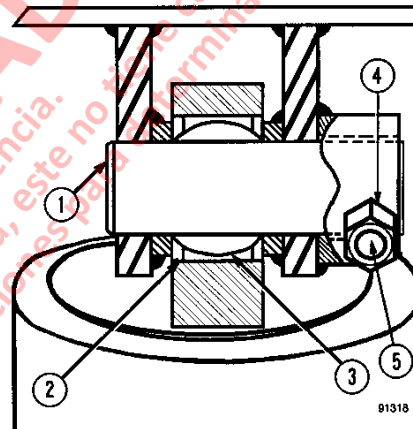

FIGURA 8-18. MONTAJE SUPERIOR DEL CILINDRO DE ELEVACIÓN
4. En el montaje superior, saque la tuerca de autobloqueo (4, Figura 8-18) del perno de retén del pasador. Saque el perno (5). Use una palanca de bronce y un martillo para sacar el pasador (1) del orificio del soporte de montaje.
2. Monte la placa de retén (3) la placa de bloqueo (2) y los pernos. Apriete los pernos con un torque de **220 ft. lbs. (298 N.m)**. Doble las aletas de la placa de bloqueo sobre los pernos planos.
3. Alinee la argolla del rodamiento del cilindro de elevación superior con el orificio del soporte de montaje superior. Consulte la Figura 8-18.
4. Alinee el orificio del perno de retén en el pasador con el orificio del soporte de montaje y monte el pasador. Monte el perno (5) y la tuerca de autobloqueo (4) y apriete con torque estándar.